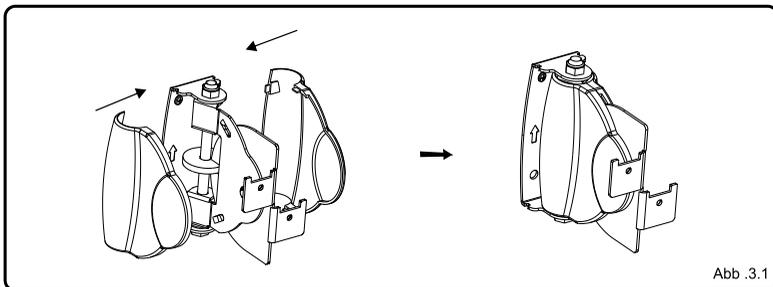

Abb. 3.1
- Lassen Sie die dekorative Abdeckung an der Wandplatte einrasten (Siehe Abb. 3.1 und 3.2).